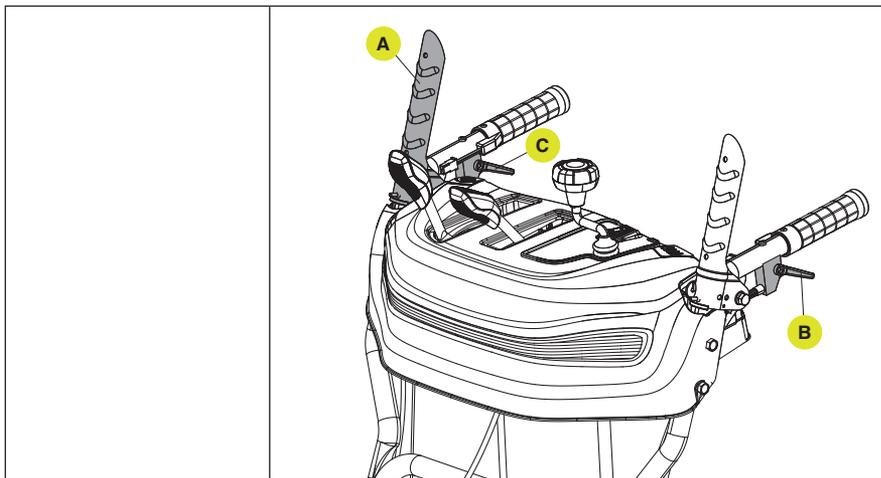

Figure 29
1. Activez le levier de commande de l'autopropulsion (A) pour faire avancer la machine. (Fig. 29)
2. Tirez sur le déclencheur de gauche (B) pour tourner à gauche.
4. Tirez sur le déclencheur de droite (C), pour tourner à droite.
6. Désactivez le levier de commande de l'autopropulsion (A), puis tirez sur les deux déclencheurs pour effectuer un virage serré de 180° ou pour repousser le véhicule jusqu'au garage.